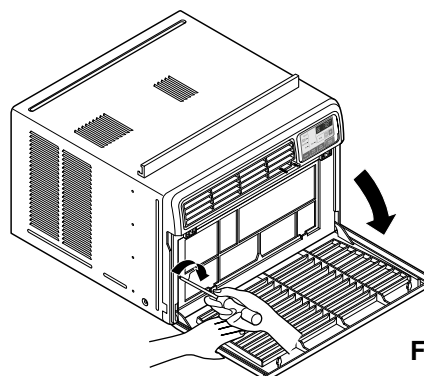

Fig. 11
14. Tire hacia abajo la parrilla de entrada y asegúrela con un tornillo Tipo A ⑥ a través de la parrilla frontal. (ver Fig. 11)